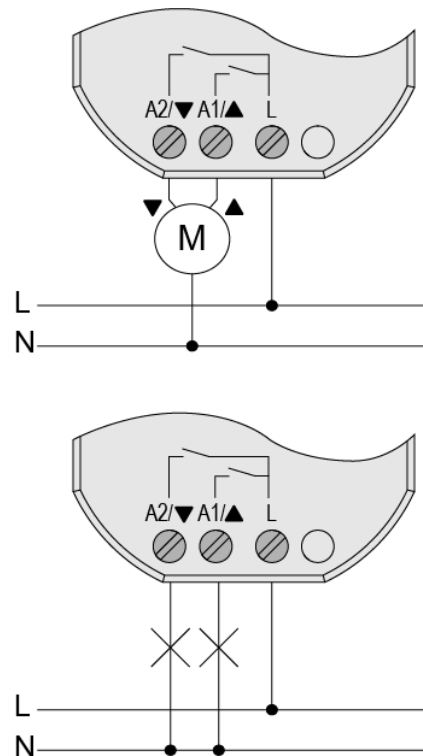

Figura 5: Collegamento del carico
- Collegare il carico secondo lo schema esemplificativo (Figura 5).